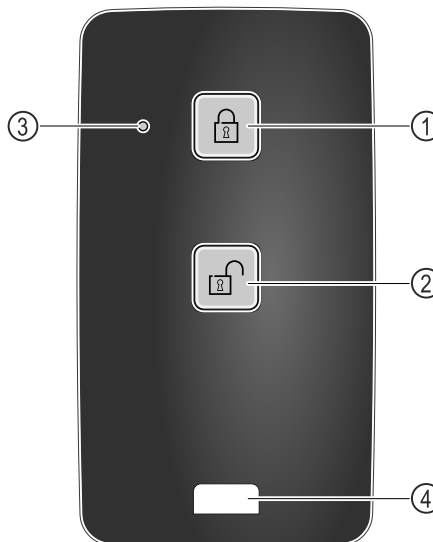

Fig. 245
- (1) Blocați încuietoarea
- (2) Deblocați încuietoarea
- (3) LED de stare
- (4) Ureche de fixare
- Apăsati tasta Fig. 245 (1) de pe telecomandă.
- Apăsati tasta Fig. 245 (2) de pe telecomandă.
- LED-ul de stare Fig. 245 (3) oferă un răspuns optic atunci când este apăsat un buton.
- Urechea Fig. 245 (4) pentru fixarea telecomenzii, de exemplu la un breloc.